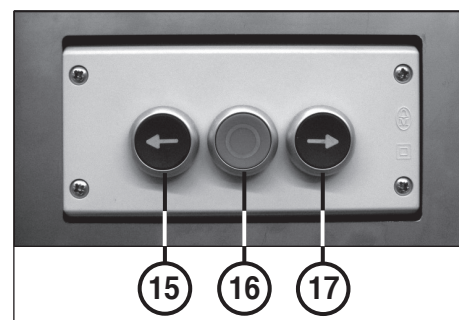

Fig. 8
(Carrera de compactación) (fig. 8)
"Abrir compuerta de extracción", respectivamente (fig. 8)
(Carrera de retorno) (fig. 8)
El material desconocido también puede ser pasado a mano directamente al compactador. En caso necesario, desplazar el punzón de prensado hacia atrás a su posición inicial (cerrar la chapaleta de carga y pulsar el pulsador "Retrosceso del punzón" (17)) (fig. 8) y proceder luego de la manera siguiente:
3. Cerrar la chapaleta de carga y pulsar el pulsador de "Punzón adelante" (15) (fig. 8).